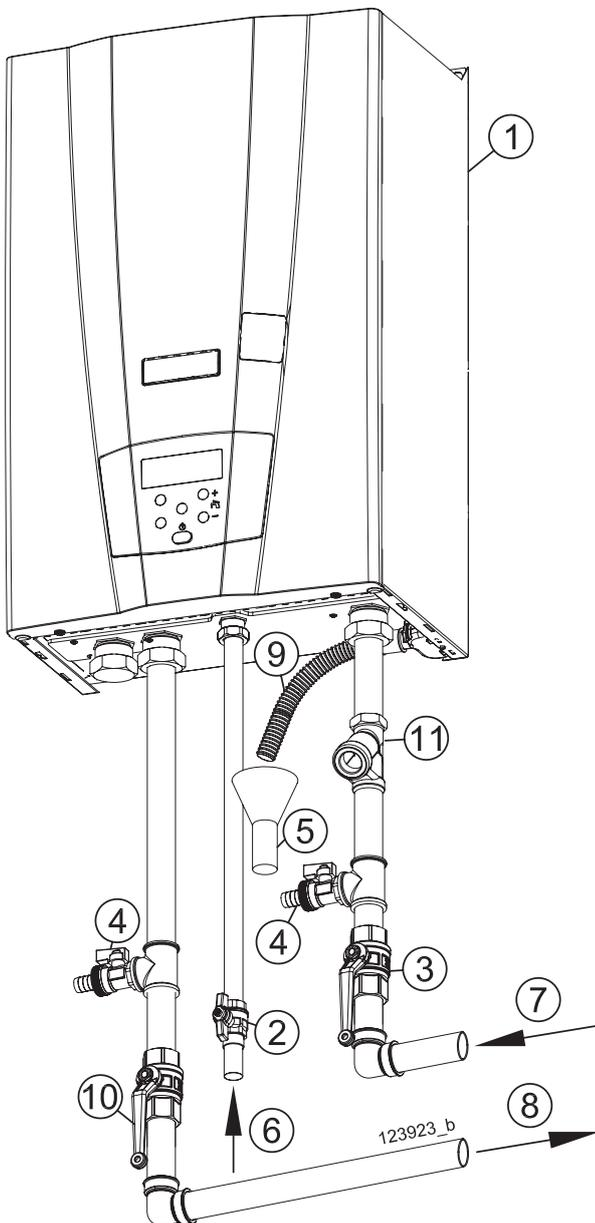

Figure 5-5 - Tuyauterie type
doit être acheminée dans un siphon anti-odeur (figure 5-5, détail "5") pour éviter le retour des mauvaises odeurs dans l'environnement.
☞ elle doit être connectée à l'installation d'évacuation des déchets par un siphon adapté avec une disjonction capable d'empêcher la pressurisation du système ainsi que le retour des mauvaises odeurs des égouts (détail "5" en figure 5-5).
L'appareil est protégé contre les surpressions par une vanne de sûreté présentant un nominal de 10 bars (voir figures 3-1 et 3-4 détail "28"). Le drainage de vanne de sûreté est acheminé au même tuyau "9" de la figure 5-5.
**ATTENTION !!!** L'exemple en figure 5-5 est **uniquement un schéma conceptuel**. Il revient au créateur du système de déterminer les composants nécessaires, notamment l'équipement additionnel, qui s'avèrent appropriés à son avis afin de dimensionner, configurer et concevoir correctement ce système et d'assurer le respect des codes nationaux et locaux.
Légende de figure 5-5 :